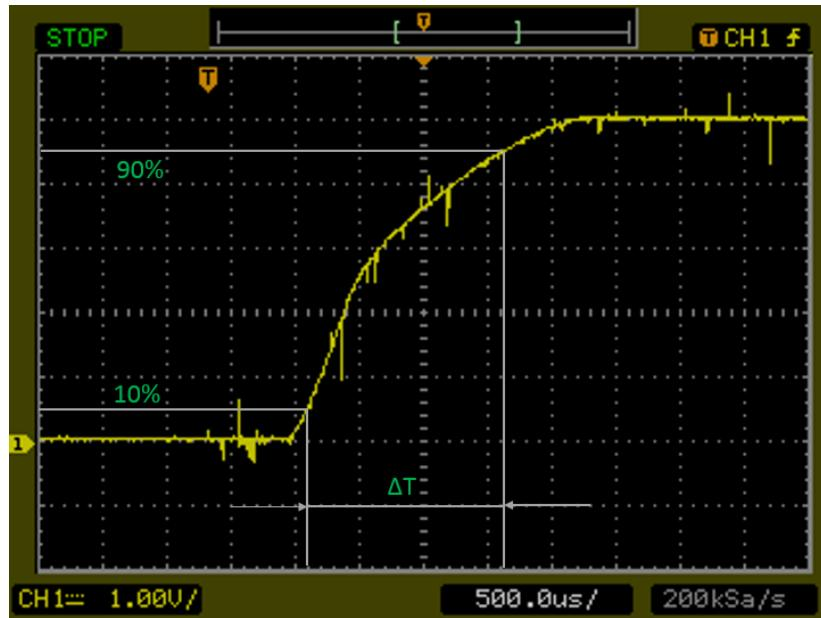

図 3 立上り波形。 ΔT が立上時間。
*5 出力電圧が落ち着く値の 10%から 90%に到達する時間(図 3)。負荷は表 3 の E、入力電圧は 380V、周囲温度 25°C~30°Cにて測定。